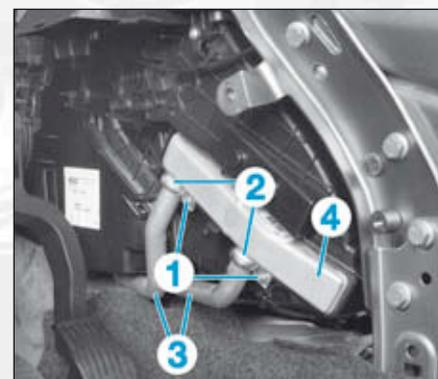

FIG.12
- Déposer les vis (1) (Fig.12).
- Dégager les colliers de fixation (2) des canalisations (3) du radiateur de chauffage (4).